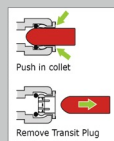

Fig. 1
- Rimuovere il tappo temporaneo dalla parte posteriore dell'unità (Fig. 1).